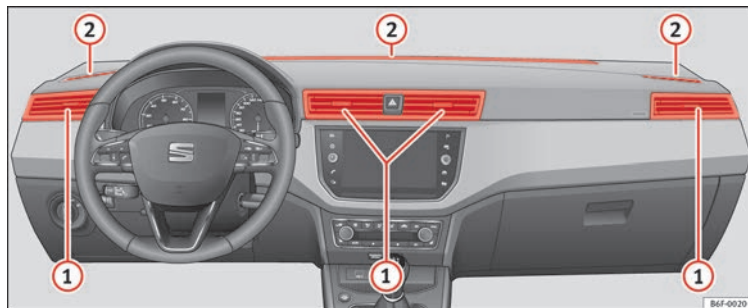

Fig. 171 Difusores de aire.
Para garantizar la calefacción, refrigeración y ventilación dentro del habitáculo, los difusores de aire » fig. 171 ① deberían permanecer abiertos.